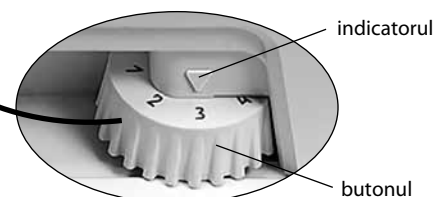

Figura 3 — Reglarea temperaturii
1.4 Funcția de reglare a temperaturii în frigider, în conformitate cu Figura 3 este controlată cu ajutorul butonului de reglare a temperaturii (în continuare - buton), care se află sub masca frigiderului. Butonul se rotește în sensul acelor de ceasornic sau în sensul contrar al acestora și are diviziuni numerice. Diviziunea "1" corespunde celei mai joase setări de temperatură (răcire minimă) în camera frigorifică, diviziunea "7" – celei mai înalte setări de temperatură (răcire maximă). Pentru a regla temperatura, setați diviziunea butonului sub indicator.
Deschideți ușa CF. La prima conectare este recomandat să instalați sub indicator diviziunea „3” sau „4” a butonului în conformitate cu Figura 3. Închideți ușa CF.